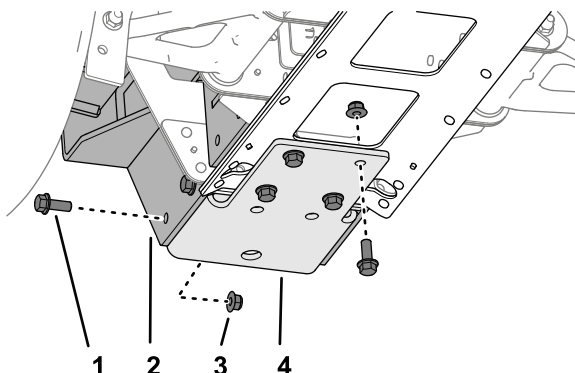

Figura 52
1. Monte provisionalmente el soporte inferior, el soporte del recogepelotas y la chapa del perfil central como se muestra en la Figura 52 con 8 pernos con arandela prensada ($\frac{3}{8}$ " x 1") y 8 tuercas con arandela prensada ($\frac{3}{8}$ ").
3. Retire los 8 pernos con arandela prensada ($\frac{3}{8}$ " x 1"), 8 tuercas con arandela prensada ($\frac{3}{8}$ "), el soporte inferior y el soporte del recogepelotas de la máquina (Figura 52).